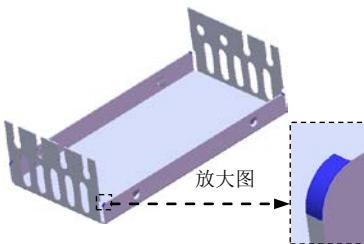
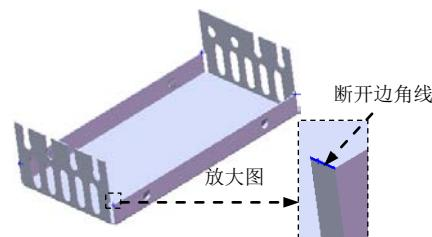

图 11.3.40 断开一边角 1
图 11.3.41 断开边角线
Step16. 创建图 11.3.40 所示的钣金特征——断开一边角 1。
- (1) 选择命令。选择下拉菜单 **插入(I)** → **钣金(H)** → **断裂边角(E)...** 命令（或单击“钣金”工具栏中的 按钮）。
- (2) 定义折断边角选项。激活 **折断边角选项(B)** 区域的 ，选取图 11.3.41 所示的各边线。在 **折断类型:** 文本框中选取“圆角”按钮 。在 文本框中输入圆角半径值 1.0。
- (3) 单击 按钮，完成断开一边角 1 的创建。